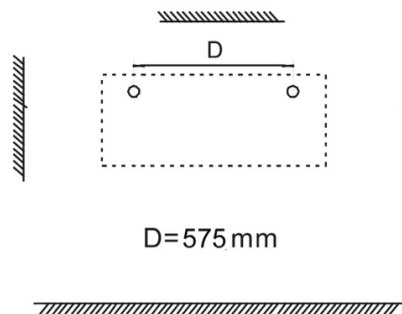

Fig.2
2. Bohren Sie zwei passende Löcher in der Größe des Fischers $\varnothing 8$ mm in die Wand. (Fig. 2) – d= 575 mm